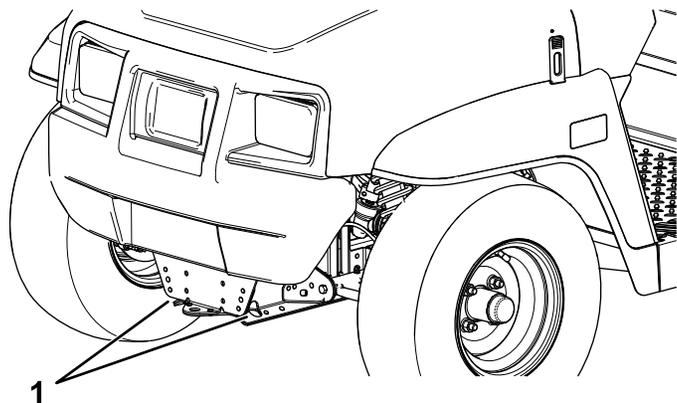
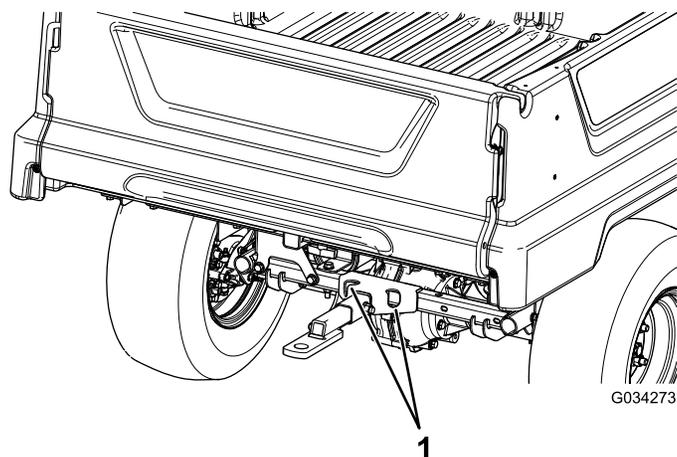

図 19
図 20
ロープがけポイントについては図 19 と 図 20 を参照してください。
2. 機体前部にある牽引トングにロープなどの牽引索を取り付ける 図 20。